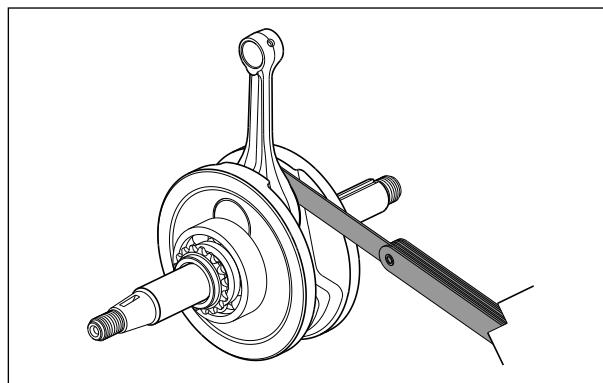

Fig. 3.165
- Meça a folga lateral da extremidade maior da biela com um calibre de lâminas. Se a folga exceder o limite, substitua a árvore de manivelas por uma nova. (Fig. 3.165)